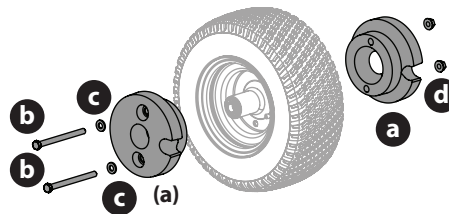

Fig. 56
2. Retire los dos contrapesos de 25 libras (11 kilos) (a) de cada neumático quitando los dos tornillos de cabeza hexagonal (b), las arandelas planas (c) y las tuercas de bloqueo de brida (d) que los fijan a los bordes (Fig. 56).